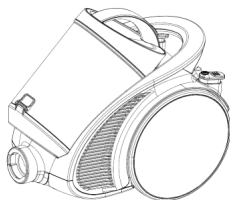

Рис.5
6. Подключите пылесос к источнику питания, нажмите кнопку включения/выключения, чтобы включить пылесос. Чтобы его выключить, нажмите кнопку еще раз.(Рис. 5)